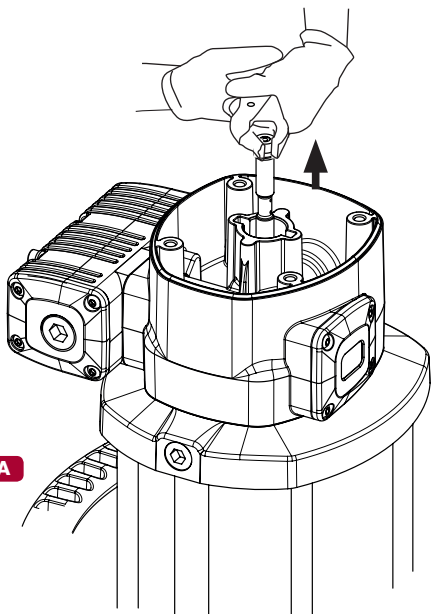
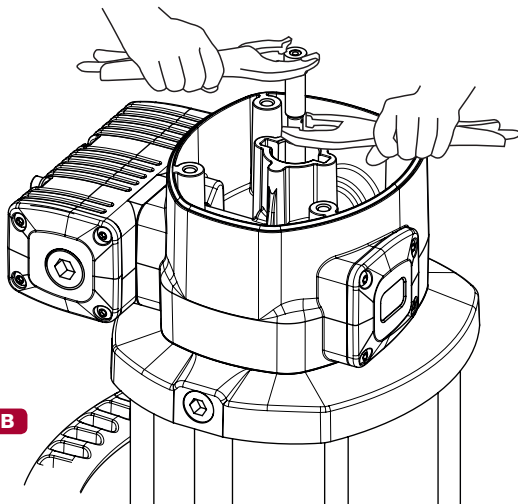

FIG. 6A
FIG. 6B
1. Unscrew the bolts (2) and remove the cap (3).
2. Unscrew the sensor sleeve (4).
3. With a manual clamp on the nut (5), pull the rod (39) outwards until its central recess appears (fig. 6A). Then, with another manual clamp, grab the rod (40) on said recess to prevent sealing surface to be damaged, and unscrew the nut (5) (fig. 6B).
4. Remove o-ring (6) and ring (7), and replace them with new ones later.
5. Unscrew the bolts (55). Pull the motor body (13) outwards to free it along with bridle (36).
6. Take away the gasket (9) and replace its seals (8) and (10).
7. Unscrew the bolts (37) and split the motor (13) from the bridle (36). Take away the washer (32) and replace the seal (8).
8. Take away the cylinder (50) while carefully holding the air piston (46). Replace the piston seal (45).
9. Reassemble in reverse order, applying thread locker in screws (37), nut (5) and sensor sleeve (4).
1. Skruva bort skruvarna (2) och ta bort locket (3).
2. Skruva bort sensorhylsan (4).
3. Använd en polygrip för att hålla fast muttern (5), dra axeln (39) uppåt tills en avsmalning i axeln blir synlig (fig 6A). Använd ytterligare en polygrip och fatta runt avsmalningen i axeln för att undvika skador på tätningssyrtorna på axelns större diameter, och skruva sedan bort muttern (5) (fig 6B).
4. Ta bort o-ringen (6) och ringen (7) och byt ut mot nya senare.
5. Skruva bort skruvarna (55). Dra bort luftmotorns hus (13) tillsammans med adapterplattan (36).
6. Ta bort hylsan (9) och byt tätningarna (8) och (10).
7. Skruva bort skruvarna (37) och dela luftmotorn (13) från adapterplattan (36). Ta bort brickan (32) och byt ut tätningen (8).
8. Ta försiktigt bort luftcylindern (50) samtidigt som man håller i luftkolven (46). Byt ut luftkolvens o-ring (45).
9. Montera i omvänd ordning, applicera låsvätska på skruvarna (37), muttern (5) och sensorhylsan (4).